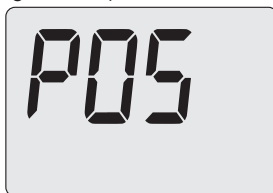

Figura 5.57
- Scorrere i vari parametri utilizzando i tasti 13 o 14 fino a far apparire sul display LCD codice **P05**, indicante l'entrata nel "parametro P05" (Figura 5.57).
- Premendo il tasto 13 o 14 (Figura 5.55) si ottiene la conferma del valore inserito e si ritorna alla lista parametri (Figura 5.57).